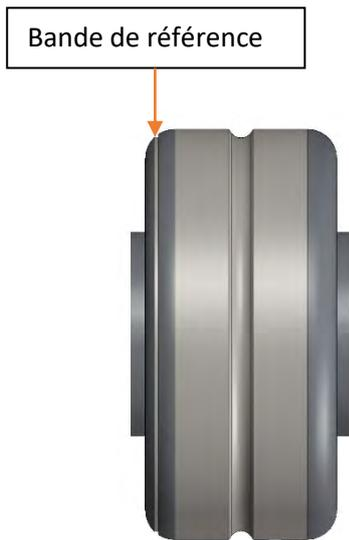

Figure 54
7. À ce stade, il est possible d'assembler les deux nouveaux galets choisies parmi les modèles disponibles. Ces galets ont une bande de couleur plus claire sur un côté. Lors du montage, s'assurer que la bande de chacune des deux roues fait face à la roue motrice. Figures 54 et 55;